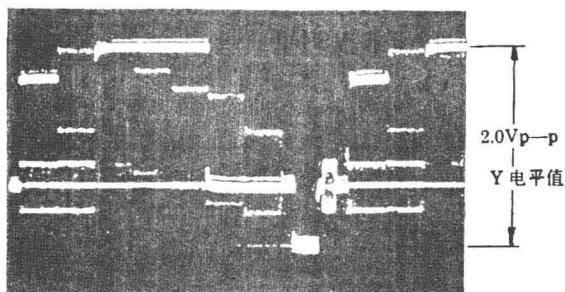

图 1 EE 电平
1. EE 电平调整: EE 信号是录象时的监测信号, EE 电平调整不当, 会使图象的亮度不正常, 色度也会发生变化。造成图象偏亮、偏暗或偏色。其调整方法是从 LINE IN 输入 PAL 彩条信号, 测试点 LINE OUT 接示波器(示波器各钮位置: IN = AC, H = 10 μ s/格, CH1 = 0.5V/格, MODE = AUTO, TRIG = E XT)。机器置 REC 状态, 带速 SP(以下调试项目, 未经注明, 各钮位置均与此相同)。调 VR302, 使 EE 信号的 Y 电平幅度为 2.0 ± 0.4 V_{p-p}(接 75Ω负载时为 1.0 ± 0.2 V_{p-p}), 见图 1 所示。